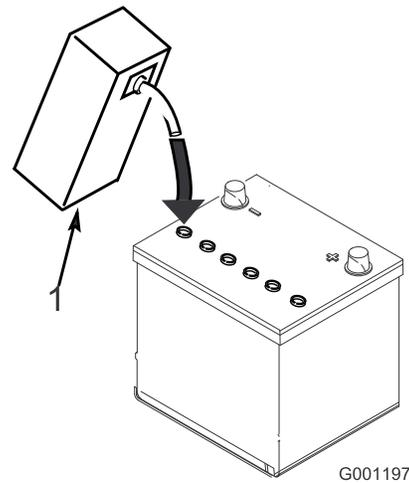

図 5
5. 各セルに慎重に電解液を満たす。電極板が 6 mm 程度水没するぐらいが適当（図 5）。